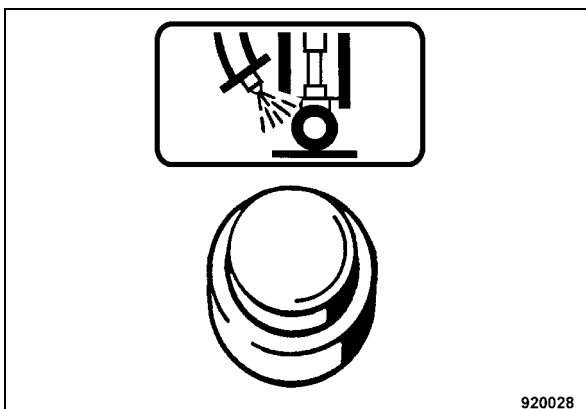

Fig. 99
- Premere il pulsante Irrorazione tagliagunti (Fig. 99).